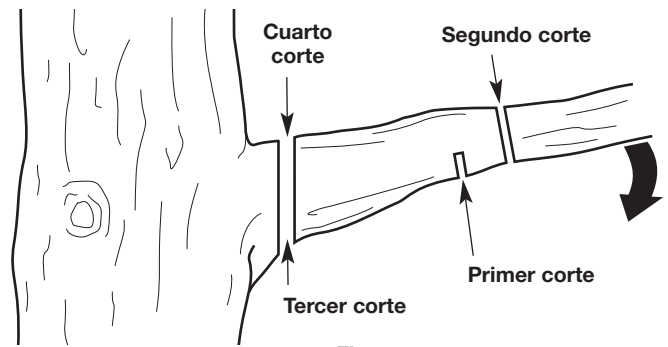

Fig. 14
1. Realice el primer corte aproximadamente a 6 pulgadas (15 cm) del tronco del árbol. Corte hacia arriba, desde la parte de abajo de la rama. Use la parte superior de la barra de guía para hacer este corte. Corte hasta un tercio del diámetro de la rama (Fig. 14).
2. Haga el segundo corte de 2 a 4 pulgadas (5 - 10 cm) más afuera en la rama. Corte hacia abajo, desde la parte de arriba de la rama. Use la parte inferior de la barra de guía para hacer este corte. Corte atravesando totalmente la rama (Fig. 14).
3. Haga el tercer corte lo más cerca posible del tronco del árbol. Corte hacia arriba, desde la parte de abajo del muñón de la rama. Use la parte superior de la barra de guía para hacer este corte. Corte hasta un tercio del diámetro de la rama (Fig. 14).
4. Realice el cuarto corte directamente encima del tercero. Corte hacia abajo, desde la parte de arriba del muñón de la rama. Use la parte inferior de la barra de guía para hacer este corte. Corte atravesando totalmente el muñón de la rama hasta alcanzar el tercer corte (Fig. 14). Así se retira el muñón de rama.